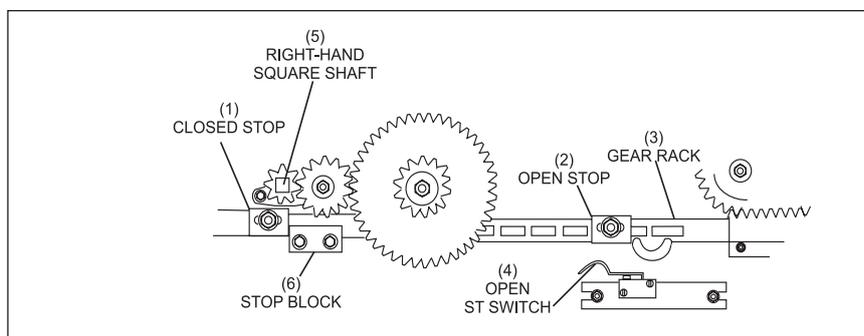

Figure 8-11. Pinces de positionnement ouvertes.
4. Faites pivoter l'arbre carré des pinces de positionnement jusqu'à ce que ces dernières se ferment complètement. Le commutateur des pinces de positionnement (ST) doit être ouvert et la butée fermée doit reposer sur la butée d'arrêt. Reportez-vous à la Figure 8-11.